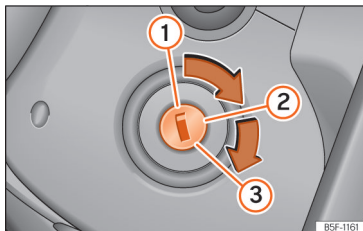

Abb. 208 Positionen des Zündschlüssels
Positionen des Schlüssels »» **Abb. 208**
- Drehen Sie den Zündschlüssel in Stellung » » **Abb. 208 ②**. Dieselfahrzeuge werden vorgeglüht .
- Drehen Sie den Zündschlüssel weiter in die Stellung » » **Abb. 208 ③** ohne Gas zu geben.
- Wenn der Motor anspringt, Zündschlüssel loslassen. Beim Loslassen geht der Fahrzeugschlüssel in die Position **②** zurück.
- *Fahrzeuge mit Zündschloss:* Drehen Sie den Zündschlüssel in Stellung »» Abb. 208 ①.